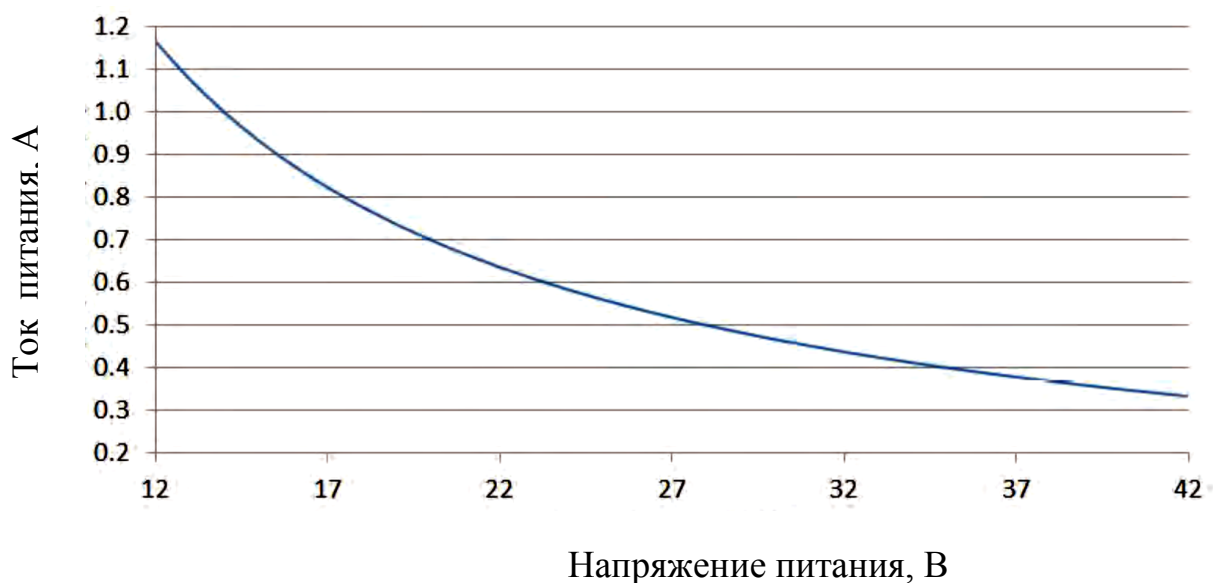

Рисунок 2.16 – Зависимость тока питания расходомера от напряжения питания постоянного тока
- проверить корректность присоединения сигнального кабеля и кабеля возбуждения катушек: разделка кабеля должна быть произведена строго в соответствии с рис. 2.16;